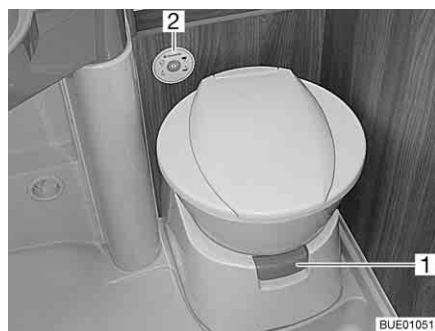
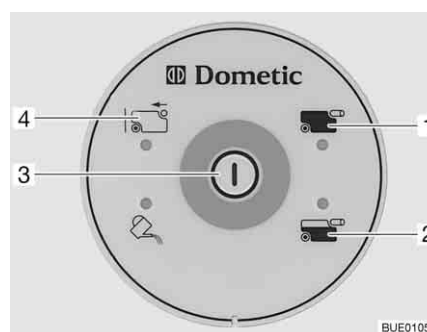

Fig. 273 Taza del inodoro con unidad de control y de mando
Fig. 274 Unidad de control y de mando del inodoro
Antes de utilizar el inodoro dejar que un poco de agua llegue a la taza del inodoro. Para esto, pulsar el botón de lavado (Fig. 274,3) en la unidad de control y de mando (Fig. 273,2).
- Antes del lavado, abrir la corredera del inodoro. Para esto extraer la palanca de corredera (Fig. 273,1).
- Para lavar, pulsar el botón de lavado (Fig. 274,3).
La luz de control (Fig. 274,2) se enciende cuando 3/4 del depósito de aguas fecales están llenos.
La luz de control (Fig. 274,1) se enciende cuando es necesario vaciar el depósito de aguas fecales.
- Hundir la palanca de corredera (Fig. 273,1). Se cierra la corredera. Para el vaciado **debe** estar cerrada la corredera del inodoro.
- Inclinar el depósito de aguas fecales un poco y a continuación sacarlo completamente. En la unidad de control y de mando se enciende el visualizador "depósito de aguas fecales sacado" (Fig. 274,4).